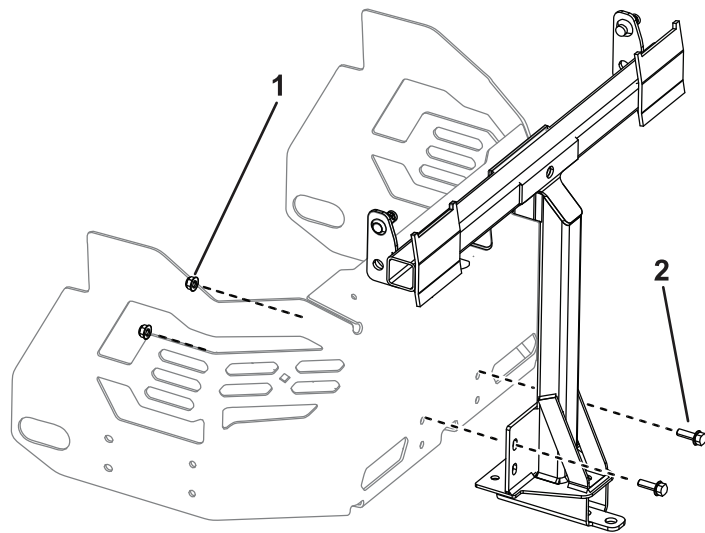

**Figure 14**
2. Fixez le support de stabilisation à la protection du moteur au moyen de 2 boulons de carrosserie (5/16" x 3/4") et 2 contre-écrous (5/16"), comme montré à la Figure 14.